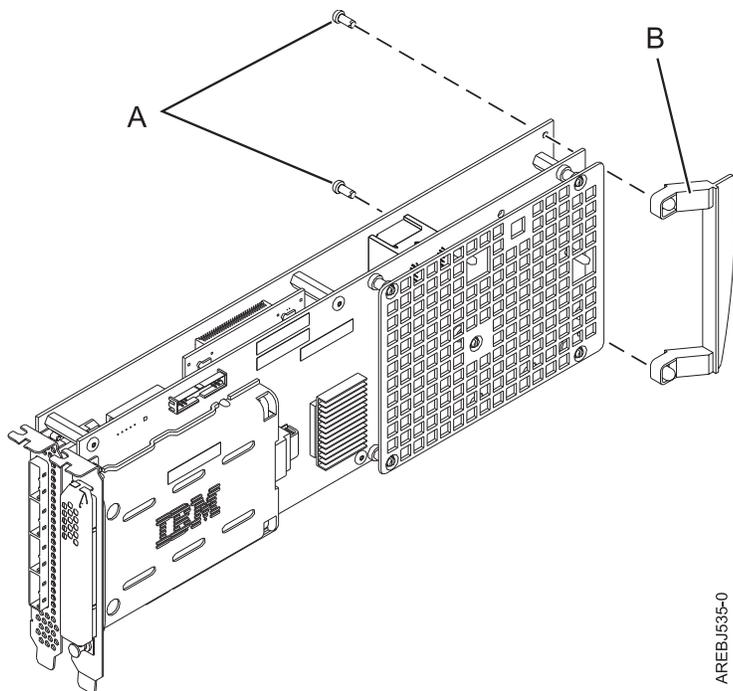

図 49. カセット・アダプター・ハンドルの接続
- a. 104 ページの図 49 に示されているように、アダプター・ハンドル **B** を取り外します。